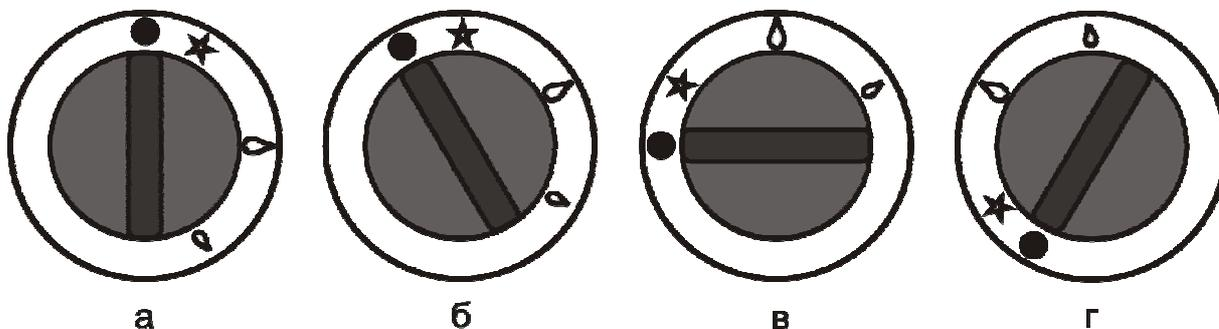

Рис. 2. Соответствие положения ручки крана режиму работы горелок
- Убедитесь в том, что ручка крана находится в положении, соответствующем закрытому состоянию (рис.2а). Если кран находится в открытом состоянии, переведите его в закрытое состояние, слегка нажав на ручку крана и повернув ее по ходу часовой стрелки до упора.
После окончания работы с устройством необходимо перевести ручку крана в закрытое состояние (рис.2а) и закрыть кран газопровода.
Внимание! При первом включении устройства, а также после каждой замены баллона СУГ необходимо выпустить воздух из газового тракта. Для этого удерживайте ручку крана в нажатом состоянии в положении «розжиг запальной горелки» (рис. 2б) в течение 1-2 минут, либо до появления запаха газа, после чего можно приступить к розжигу горелок.
- В исходном состоянии ручка крана находится в положении, соответствующем закрытому состоянию крана (рис.2а).
- Нажав на ручку крана до упора и, удерживая её в нажатом состоянии, поверните её против хода часовой стрелки в положение «розжиг запальной горелки» (см. рис.2б). Через 3 - 5 секунд поднесите источник огня к запальной горелке. Если горелка не зажглась, отпустите ручку крана и, при повторном нажатии на ручку, вновь поднесите источник огня к запальной горелке. После появления пламени в запальной горелке, удерживайте ручку крана в нажатом состоянии в течение 5-10 секунд, до срабатывания предохранительного клапана. Затем отпустите ручку управления и убедитесь, что запальная горелка горит. Если запальная горелка погасла, следует повторить процедуру розжига.
- При повороте ручки крана, с легким нажимом на неё, против хода часовой стрелки – кран открывается и осуществляется розжиг основной горелки. Положение крана в режиме «максимальное пламя» и «малое пламя» представлено на рис. 2в и рис. 2г, соответственно.
- При повороте ручки по ходу часовой стрелки в положение «розжиг запальной горелки» (рис. 2б) – главная горелка гаснет, а запальная горелка остается зажженной (дежурный режим).
- Для выключения запальной горелки необходимо слегка нажать на ручку крана и повернуть ее по ходу часовой стрелки до упора в положение «кран закрыт» (рис.2а).
- Включите горелку и переведите ручку крана в режим «малое пламя» (рис.2в).